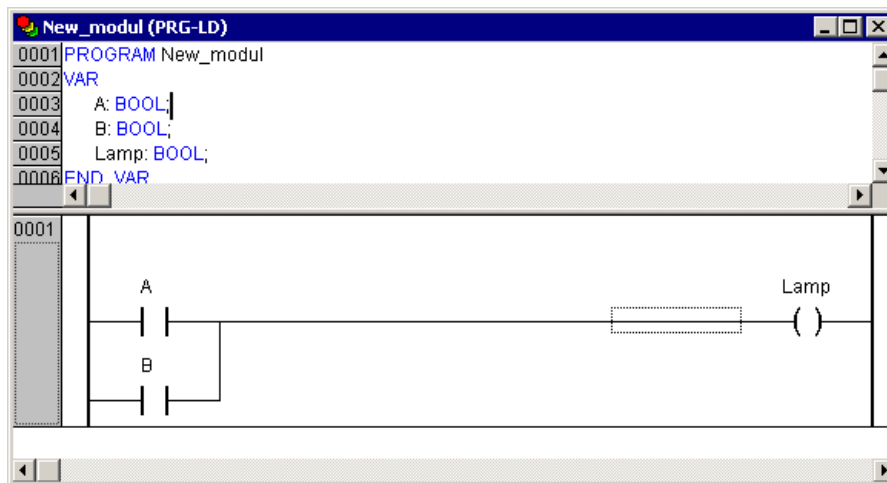

Рисунок 4.10 – Пример текста нового программного компонента
- 3) Написать программу этого функционального блока, которую предполагается использовать в качестве пользовательского программного модуля (например, см. рисунок 4.10).